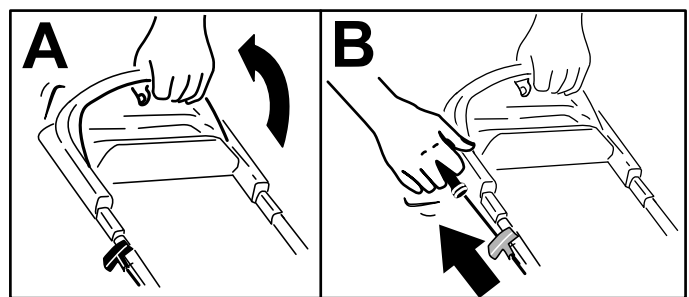

Figura 14
y deje que vuelva lentamente a la guía de cuerda del manillar (Figura 14, B).
1. Sujete la barra de control de las cuchillas contra el manillar (Figura 14, A).